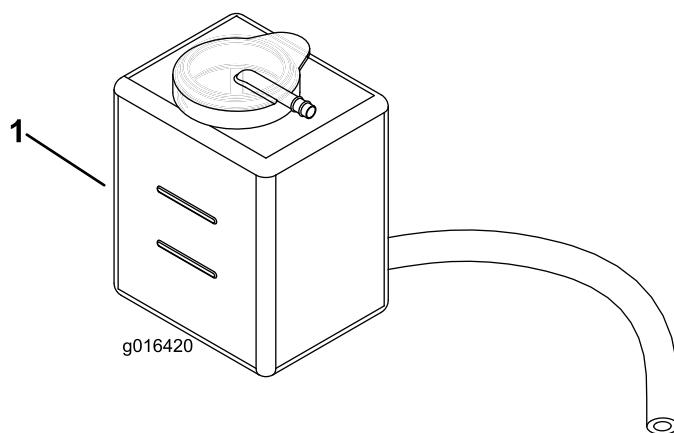

Figura 26
2. Controllate il livello del refrigerante (Figura 26). Quando il motore è freddo, il livello dovrebbe trovarsi tra le linee presenti sul serbatoio di riserva.